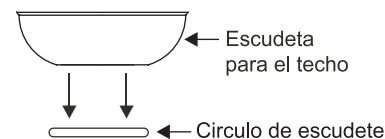

Figura 8
1. Remueve la tapa del fondo del dosel decorativo desde el dosel oprimiendo los 3 clavos(Figura 8)